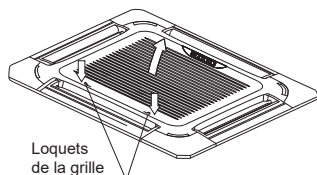

Fig. 5-9
- Faites coulisser simultanément deux loquets de la grille vers le centre puis tirez-les vers le haut. (Voir fig.5-9)